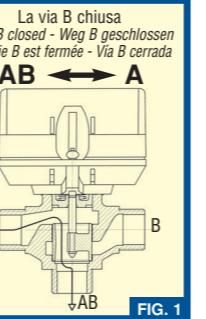
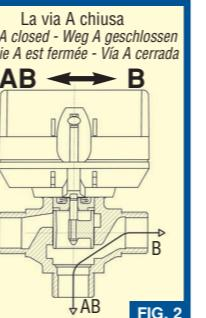

FIG. 1
FIG. 2
**FUNZIONAMENTO** Tutte le parti mobili e le tenute della valvola sono assemblate in una cartuccia. La tenuta ermetica delle vie è garantita da O-Rings sulla superficie esterna del pistone. Quando lo stelo della valvola è in posizione bassa, la valvola è aperta e il flusso passa attraverso i fori dell'otturatore cilindrico (Fig.1). Quando, invece, lo stelo è in posizione alta il flusso è bloccato (Fig. 2). La commutazione fra una via e l'altra avviene in circa 6 secondi.
**FUNCTION** All moving parts and the seals of the valve are assembled in a cartridge. O-rings on the outer surface of the piston guarantee a hermetic seal of valve ports. When the valve stem is in its low position the valve is open and the flow passes through the holes in the cylindrical shut-off (Fig. 1). When the stem is in its high position the flow is blocked (Fig. 2). Switchover from one path to the other takes about 6 seconds.
**FUNKTIONSWEISE** Alle beweglichen Teile und die Ventildichtungen sind in einer Kartusche zusammengefaßt. Die hermetische Abdichtung der Wege wird von O-Ringen auf der Außenfläche des Kolbens garantiert. Wenn der Ventilschaft unten ist, ist Weg B geschlossen und die Strömung fließt durch die Öffnungen des zylindrischen Schiebers in die Wege A und AB (Abb. 1). Wenn der Schaft ganz oben ist, ist der Fluß in Weg A gesperrt und die Strömung fließt in Weg B und AB (Abb. 2). Das Umschalten zwischen einem Weg und dem anderen erfolgt in ca. 6 Sekunden.
**FONCTIONNEMENT** Toutes les pièces mobiles et les garnitures de la vanne sont assemblées dans une seule cartouche. L'étanchéité des voies est assurée par des joints toriques sur les parties extérieures du piston. Quand la tige de la vanne est en position basse, la voie B est fermée, le flux a lieu dans les voies A et AB, passant ainsi à travers les trous de l'obturateur cylindrique (Fig. 1). Par contre, quand la tige est en position haute, le flux est bloqué dans la voie A et a lieu dans les voies B et AB (Fig. 2). La commutation d'une voie à l'autre s'effectue en 6 secondes environ.
**FUNCIONAMIENTO** Todas las partes móviles y las juntas de la válvula están ensambladas en un cartucho. El sellado hermético de las vías está garantizado por las juntas tóricas que se encuentran en la superficie externa del pistón. Cuando el tallo de la válvula está en posición baja, con la vía B cerrada, el caudal fluye por las vías A y AB, pasando a través de los orificios del obturador cilíndrico (Fig. 1). Por el contrario, cuando el tallo está en posición alta, el caudal queda bloqueado en la vía A y fluye por las vías B y AB (Fig. 2). La conmutación entre una y otra vía se produce en aproximadamente 6 segundos.